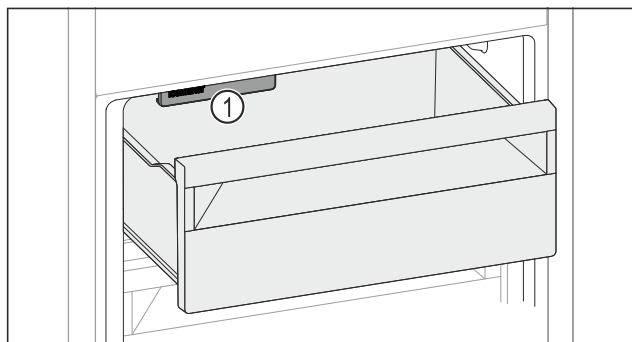

Fig. 101
- ▶ Coloque alimentos en el cajón. Si coloca alimentos en el lado izquierdo del cajón: ▶ Tenga en cuenta el IceMaker Fig. 101 (1).